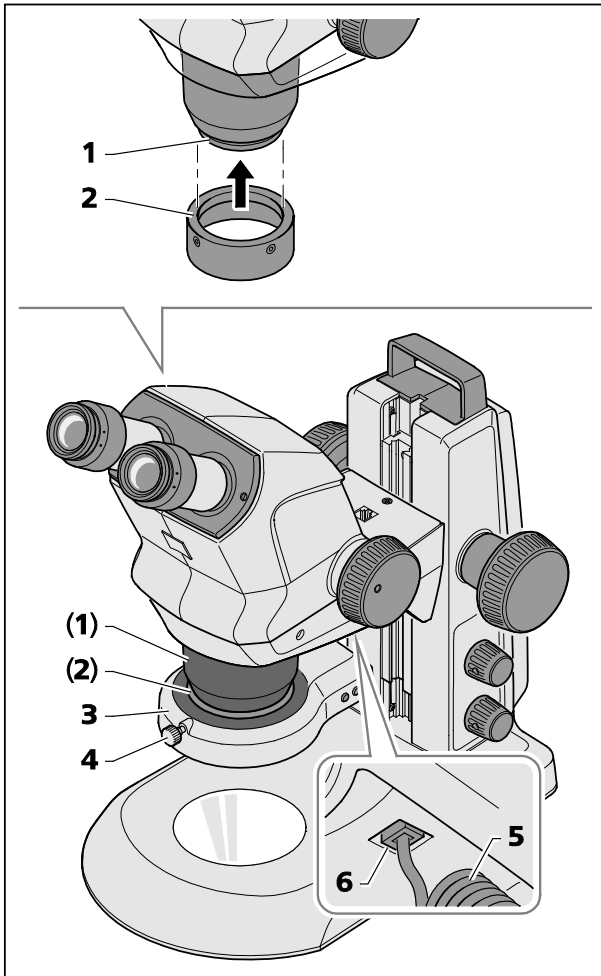

図 9 リングライトの取り付け
- ホルダーリング A53 (図 9/2) を下側から de s Stemi 508 の保護ガラス (図 9/1) に取り付け、2本のロックボルト (六角ソケット、SW 3) を締め付けて固定します。
- リングライト (図 9/3) の接続ケーブル (図 9/5) を Stemi キャリアの下側のソケット (図 9/6) とリングライトのソケットに差し込みます。
- リングライトを下側からホルダーリング A53 (図 9/2) に取り付け、ローレット付きボルト (図 9/4) で固定します。
- 次に、光学ヘッドのアダプターでリングライトを上へスライドさせ、固定ネジで固定します (図 9 と同様)。